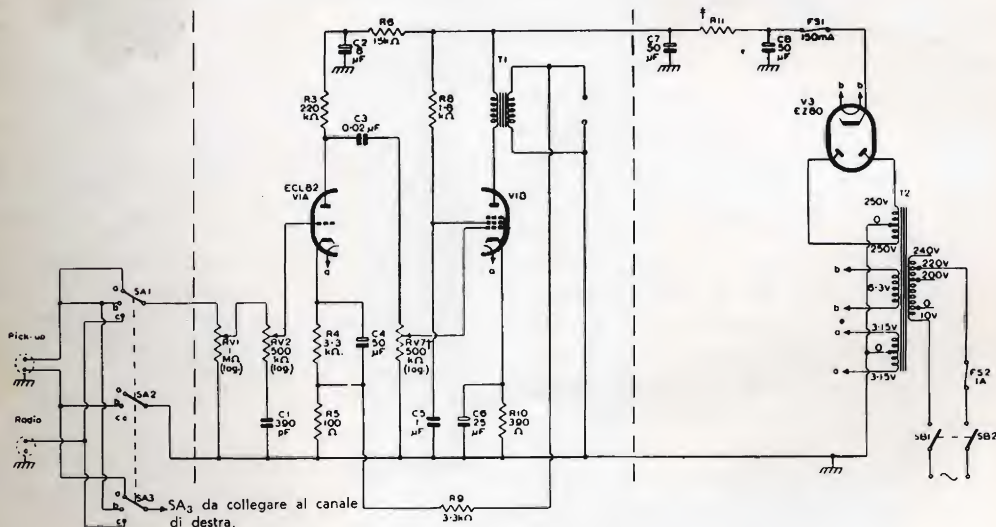

Fig. 5 - Schema elettrico del circuito dell'amplificatore stereofonico da 2 W (è indicato soltanto il canale di sinistra).
Nella fig. 5 è riportato lo schema del circuito di un amplificatore stereofonico bicanale che, pur avendo un limitato numero di componenti, offre una riproduzione di discreta qualità. La parte compresa entro le due linee verticali tratteggiate è relativa al canale di sinistra e dovrà essere ripetuta identicamente per il canale di destra. La restante parte dello schema è comune ai due canali. Per ciascuno di essi viene impiegata una valvola tipo ECL 82, della quale la sezione triodo è utilizzata come amplificatrice di tensione e la sezione pentodo come amplificatrice di potenza. La tensione anodica per i due canali è fornita da un alimentatore equipaggiato con una raddrizzatrice per due semionde EZ 80.
I terminali d'ingresso dei due canali sono collegati col selettore a tre vie SA. Le posizioni indicate in fig. 5 offrono le seguenti possibilità di utilizzazione:
- c) riproduzione monoaurale a due canali con prelievo del segnale da un sintonizzatore a modulazione di frequenza. I morsetti d'ingresso della fig. 5 sono predisposti per la riproduzione monoaurale. Se il contatto **c** di SA3 viene collegato, anziché al contatto omonimo di SA1, al morsetto d'ingresso (che è collegato a massa in fig. 5; «radio»), il circuito può essere utilizzato per la riproduzione di trasmissioni stereofoniche. Se ancora lo stesso contatto **c** di SA3 è messo a massa, si può